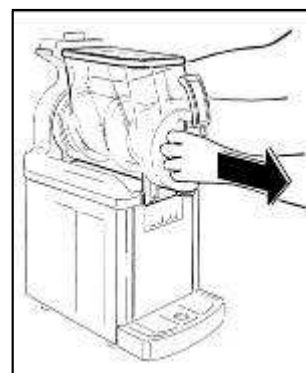

Рис. 30
- Потянуть на себя контейнер и снять со своего места (Рис.30).